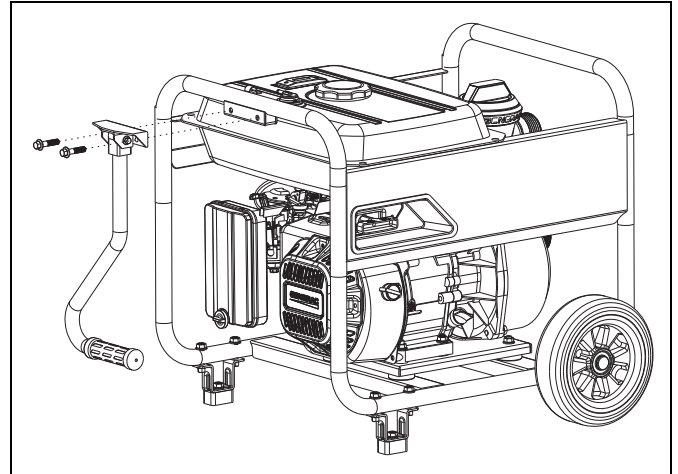

Figure 4-2. Fixation de la poignée
2. Fixation de la poignée (Figure 4-2).